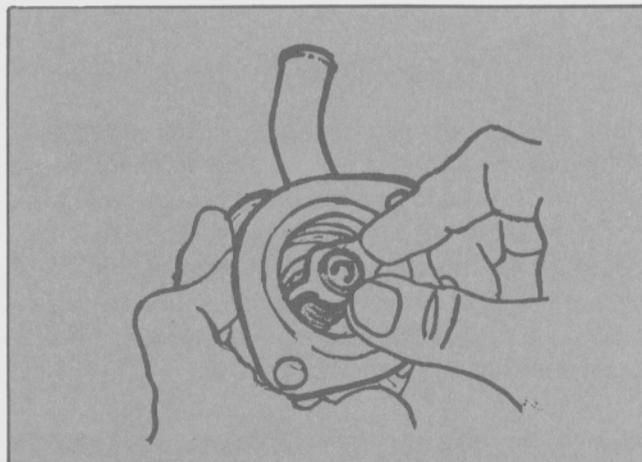

Fig. 10 - Instalación del termostato en su alojamiento.
- Para motores 1,6 L, instalar el termostato en su alojamiento anteponiendo la junta compresible. Asegurar con el retén expansible. (Fig. 10).